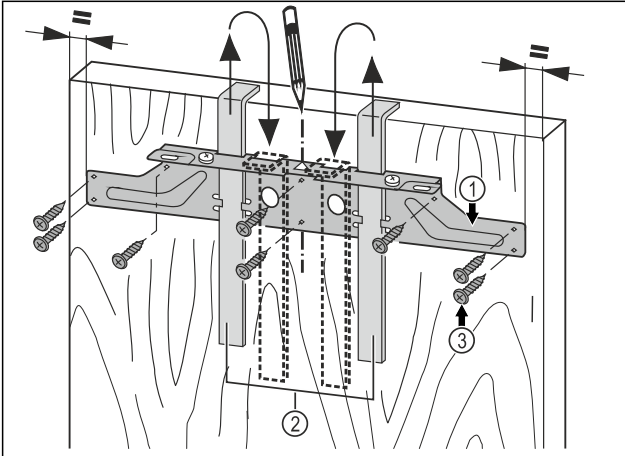

Fig. 45
- ▶ Heng monteringstraversen Fig. 45 (1) med monteringshjelpemidlene Fig. 45 (2) på innsiden av møbeldøren.
- ▶ Rett ut monteringstraversen Fig. 45 (1) på midten av døren.
- ▶ Skru fast monteringstraversen Fig. 45 (1) med minst 6 skruer Fig. 45 (3).
- ▶ Skru fast monteringstraversen Fig. 45 (1) med 4 skruer Fig. 45 (3) på kanten.
- ▶ Trekk ut monteringshjelpemidler Fig. 45 (2) oppover og skyv dem dreid inn i mottaksåpningene ved siden av.